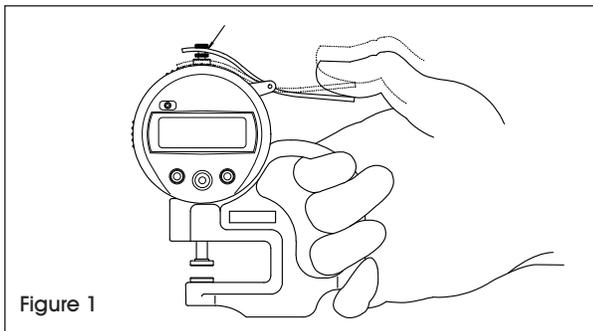

Figure 1
1. Tenez-le par le cadre et poussez le levier de levage avec le pouce. (Voir Figure 1) La tige se déplacera vers le haut et le point de contact s'écartera de l'enclume, créant un espace afin qu'un objet puisse y être inséré.